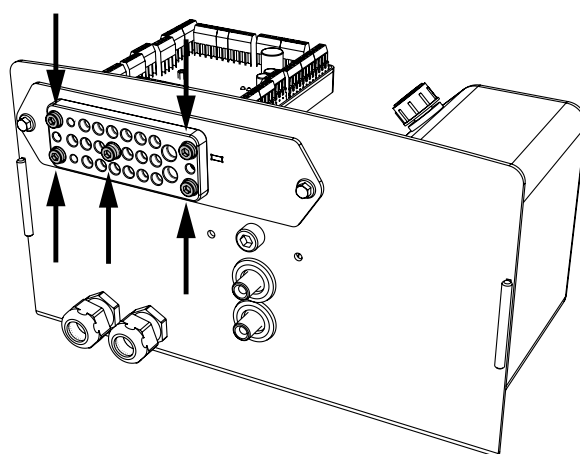

Bild 58. Kabelgenomföringens fem skruvar
1. Lossa kabelgenomföringens fem skruvar, se Bild 58. Kablar kan nu monteras/demonteras/justeras i kabelgenomföringen. Vid montering av kabel, ska kabeln monteras tillsammans med befintligt kablage med hjälp av buntband.